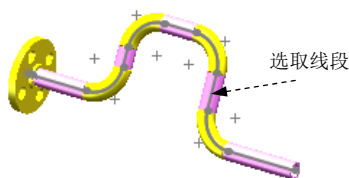

图 11.5.17 选取线段
Step3. 选取要移除管道线段。右击图 11.5.17 所示的管道线段，在系统弹出的快捷菜单中选择 **移除管道** 命令。